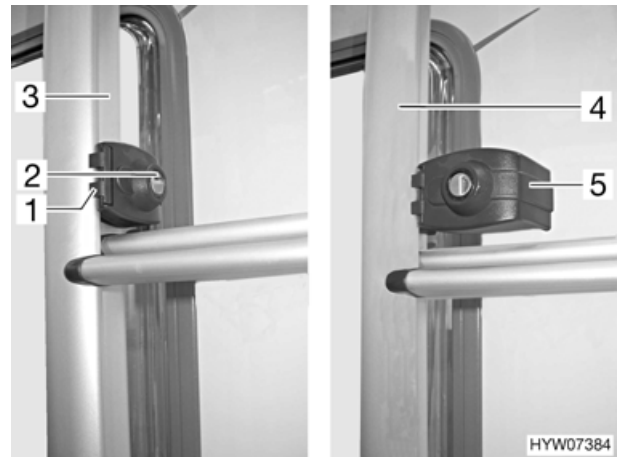

Bild 1 Heckleiter-Verriegelung
- Den Schlüssel in den Schließzylinder (Bild 1,2) der Heckleiter-Verriegelung (Bild 1,1) stecken und eine viertel Umdrehung drehen, bis der Schlüssel senkrecht steht.
- Den klappbaren Teil der Heckleiter (Bild 1,4) festhalten und den Sicherungsbügel (Bild 1,5) ausschwenken.
- Den Schlüssel in den Schließzylinder (Bild 1,2) der Heckleiter-Verriegelung (Bild 1,1) stecken.
- Den Sicherungsbügel (Bild 1,5) nach innen um das Rohr des festen Teils der Heckleiter (Bild 1,3) schwenken.